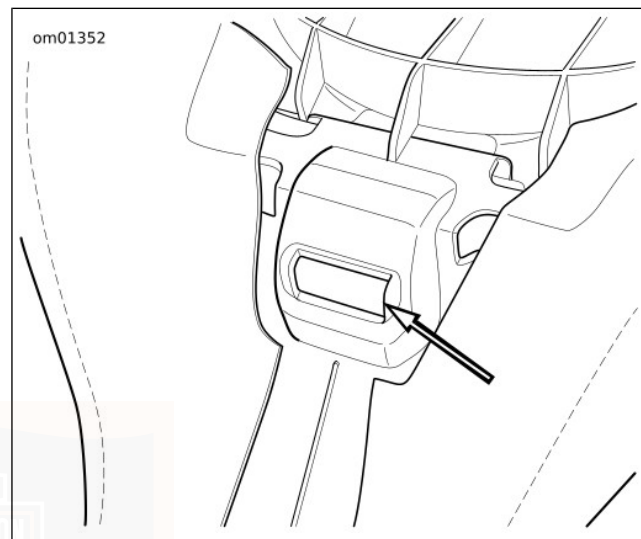

Figure 75. Fente de la selle
2. Voir Figure 75. Pousser fermement l'avant de la selle vers le bas puis vers l'avant jusqu'à ce que la fente engage la languette.
1. Voir Figure 75. Placer la selle sur le tube central du cadre.